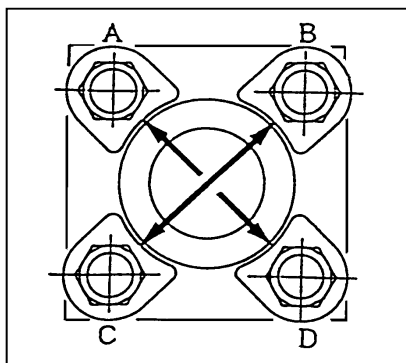
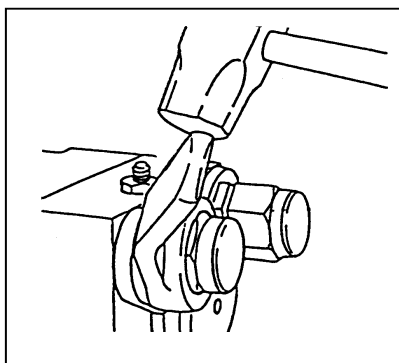

Fig.1
Fig.2
Bijvoorbeeld de conditie zoals weergegeven in Fig. 1 is acceptabel. Die van Figuur 2 en 3 niet. Als een situatie optreedt zoals Fig. 2 en/of 3, controleer het drukbegrenzingsventiel, of controleer of de pomp niet versleten is of dat de stikstofdruk te hoog is.
* Zie Fig. 2, Opbouw van de omkasting op pag. 9.